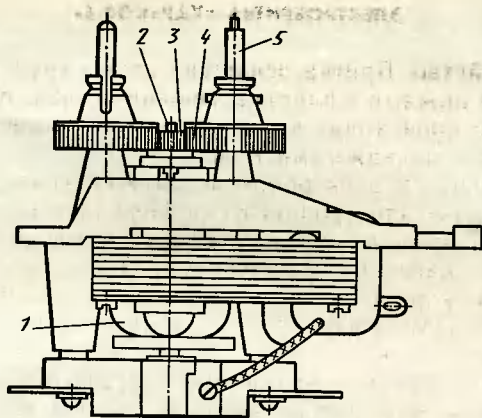

Рис. 19. Электродвигатель бритвы «Харьков-6»:
Корпус бритвы разъемный. Вращение якоря 1 (рис. 19) электродвигателя происходит в самоустанавливающихся и самосмазывающихся медно-графитовых подшипниках. В эксплуатации подшипники дополнительно впитывают масло из предварительно пропитанных сальников. На валу якоря винтом 2 закреплена шестерня 3, передающая вращение на зубчатые колеса 4 с поводками 5, которые вращают подвижные ножи.
*Двигатель бритвы работает, но не вращаются поводки зубчатых колес. Отвернулся винт 2 (см. рис. 19) крепления ведущей шестерни 3. Для устранения неисправности вскрыть бритву, вынуть из корпуса электродвигатель, затянуть винт крепления ведущей шестерни, поставив его на клей АК или БФ.*